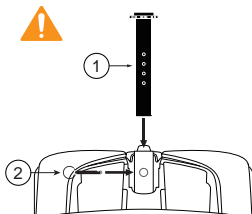

Abbildung 11
2. Ändern Sie die Position des Sitzpfostens und setzen Sie den Sicherungsstift wieder ein (siehe Abbildung 11).